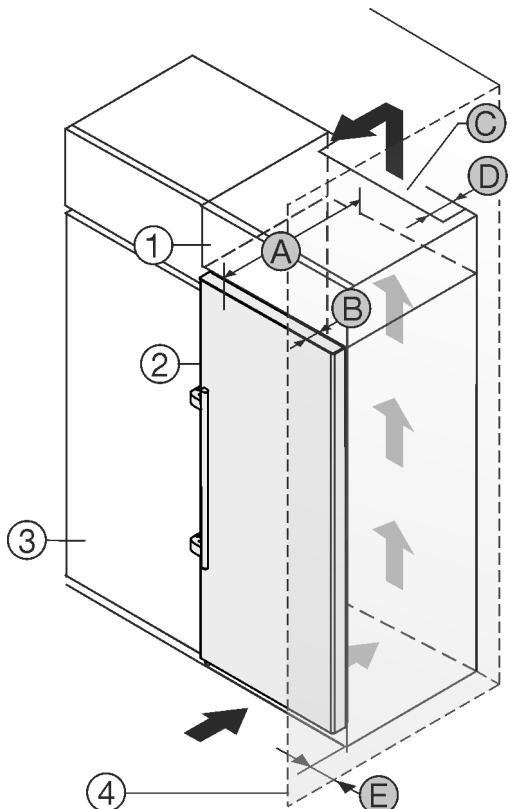

Fig. 2
- (1) Nadstavná skriňa * (B) Hĺbka dverí *
- (2) Zariadenie * (C) Prierez vetracieho otvoru *
- (3) Kuchynská skriňa * (D) Vzdialenosť zadnej strany zariadenia *
- (4) Stena * (E) Vzdialenosť od boku zariadenia *
- (A) Hĺbka zariadenia *
Zariadenie môžete inštalovať priamo vedľa kuchynskej skrine Fig. 2 (3).*
Na zadnej strane nadstavenej skrine musí byť vetracia šachta s hlbkou Fig. 2 (D) cez celú šírku nadstavenej skrine.*
Pod stropom miestnosti sa musí dodržať prierez vetracieho otvoru Fig. 2 (C).*
Ak zariadenie nainštalujete so závesmi vedľa steny Fig. 2 (4), tak vzdialenosť medzi zariadením a stenou musí byť minimálne 57 mm . To zodpovedá presahu držadla pri otvorených dverách.*
Aby ste mohli dvere úplne otvoriť, zariadenie musí vyčnievať o hlbku dverí Fig. 2 (B) prednej časti kuchynskej skrine. V závislosti od hlbky kuchynských skriň Fig. 2 (3) a použitia dištančných držiakov na stenu môže zariadenie prečnievať ešte viac.*